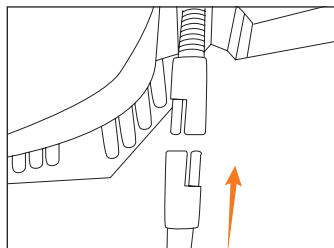

Рис. 19
- Соедините штекерные разъемы проводов от кнопки запуска и электростартера подметальной машины (Рис. 19).